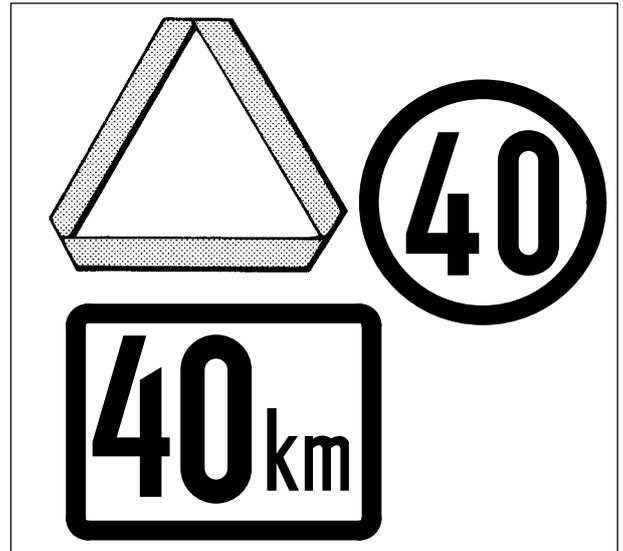

Fig. 2-38 Utilize o símbolo válido no seu país
- Assegure-se de que o tractor e as outras eventuais alfaia estejam providas do símbolo de veículo lento em movimento ou da lâmpada rotativa, se previstos pela lei (Fig.2-38 e 2-39).